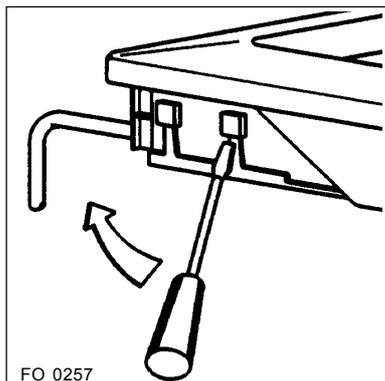

Fig. 3 FO 0257
- insérez l'extrémité d'un tournevis dans les saillies situées sur la côté de l'appareil (Fig.3);